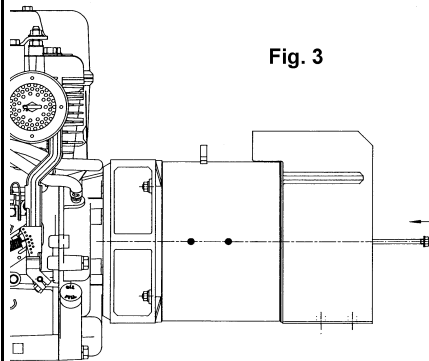

Fig. 3
-) insert the central bolt into its housing and screw the nut (figure 3)
**Leerlauf:** die Spannung ist durch den Compoundtransformatorluftspalt nach folgenden Verfahren regulierbar Abbildung 3